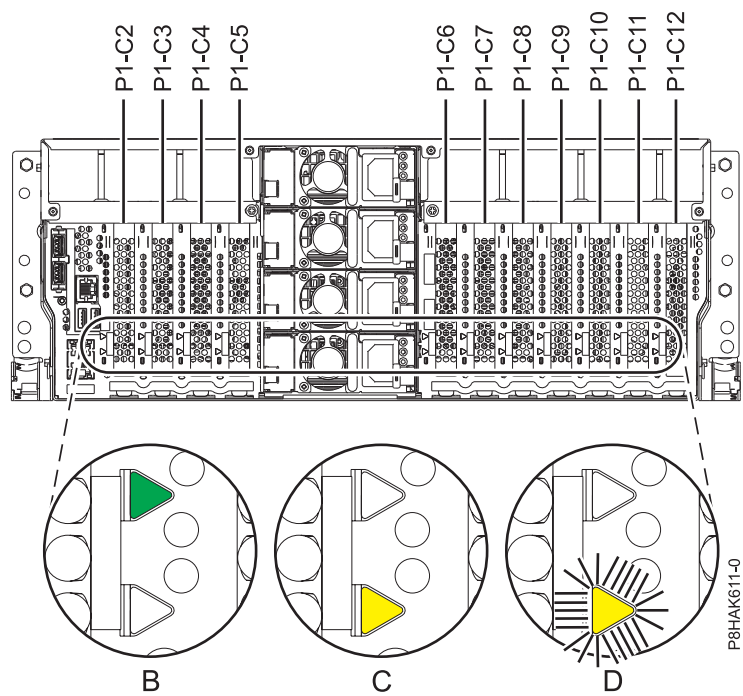
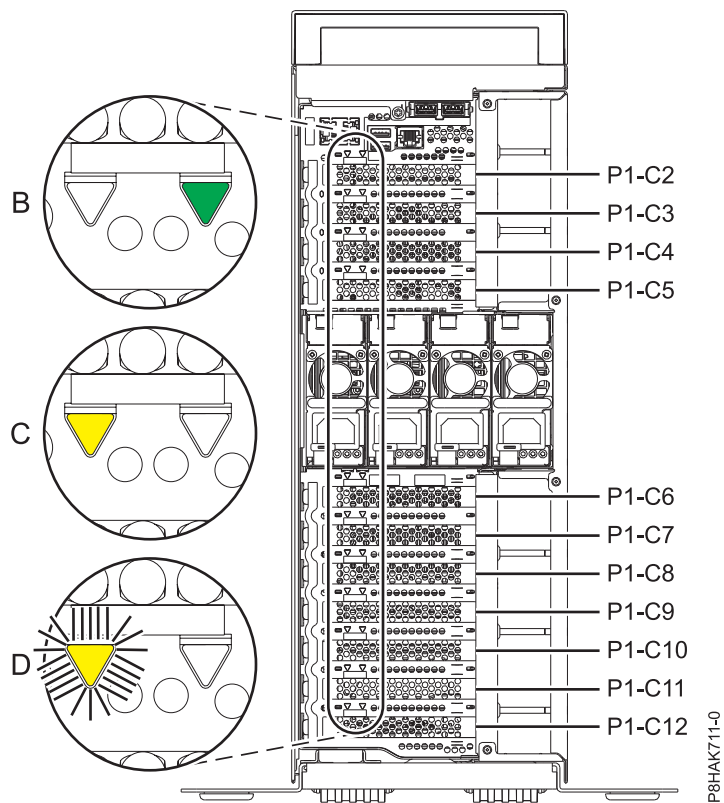

Figura 48. Localizações de ranhuras de adaptadores PCIe e localizações dos LEDs num sistema montado em bastidor
Figura 49. Localizações de ranhuras de adaptadores PCIe e localizações de LEDs num sistema 8286-41A autónomo
Se estiver a prestar assistência a um adaptador PCIe avariado, procure o LED amarelo intermitente do adaptador PCIe avariado que definiu para intermitente no passo para identificar o componente avariado. Consulte Figura 48 na página 55 e Figura 49 na página 55 que demonstra o estado dos LEDs. Tenha em conta que o LED âmbar para o adaptador PCIe avariado está **Intermitente**, como é demonstrado em (D) na Figura 48 na página 55 e na Figura 49 na página 55.
Aviso: Se o adaptador PCIe estiver a funcionar correctamente o LED de Actividade está **LIGADO** (verde) e o LED âmbar de Erro está **DESLIGADO**, como é demonstrado em (B) na Figura 48 na página 55 e na Figura 49 na página 55. Não tente remover o adaptador PCIe em funcionamento.